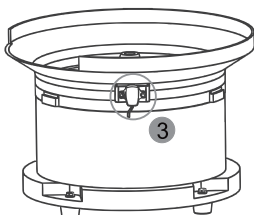

图 3
- 方式3，在料盘上焊接一个支架，将振动传感器安装在支架上，见图3。